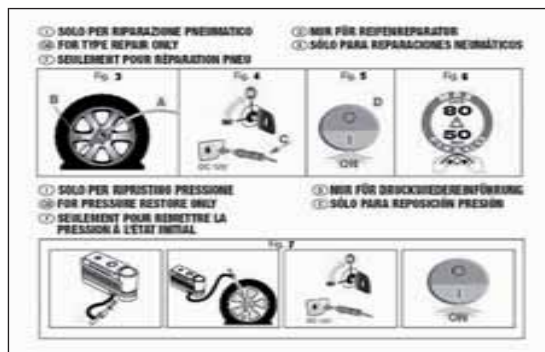

fig. 133
- ☐ un folleto informativo fig. 133, con instrucciones para un uso correcto del kit, que tiene que ser entregado al personal que manipule el neumático tratado con el kit;